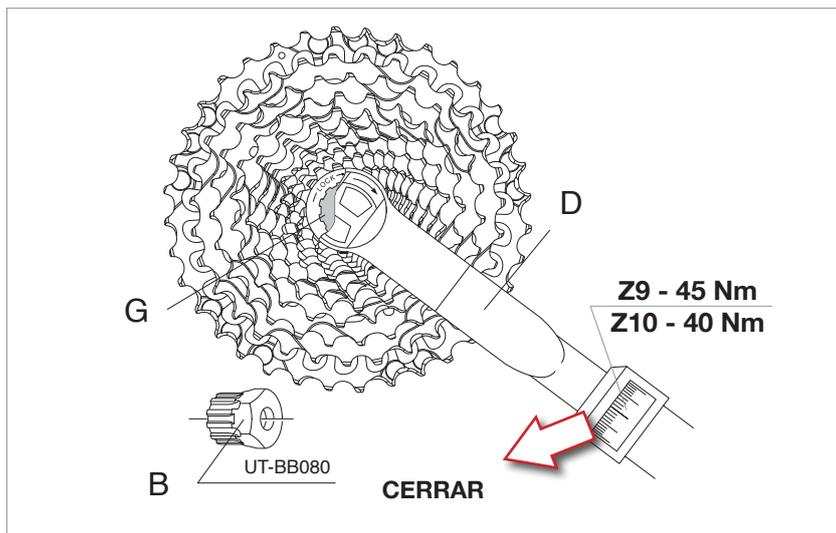

Fig.4
- Utilizando una llave dinamométrica (D - Fig. 4) junto con la herramienta Campagnolo® UT-BB080 (B - Fig. 4), apriete la tuerca anular (G - Fig. 4) en el núcleo a **45 Nm (398 in.lbs)** para los cassettes de piñones empezando por Z9 (salvo indicación contraria en la tuerca anular) o a **40 Nm (354 in.lbs)** para los piñones empezando por Z10 (salvo indicación contraria en la tuerca anular).